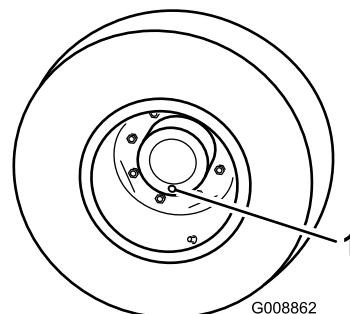

図 104
1. 平らな場所で、点検プラグが一番低い位置時計の 6 時の位置に来るように停止させる 図 104 。